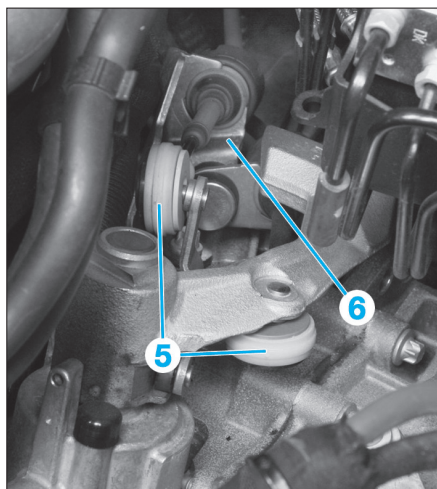

Fig. 9
- Dégrafer les câbles de commande (5) de la boîte de vitesses (Fig.9).